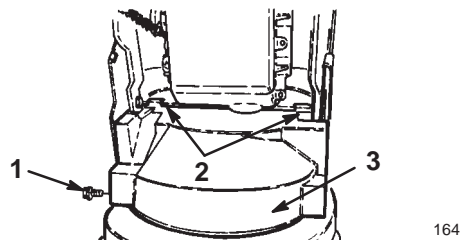

Figure 4
11. Montez le couvercle de courroie inférieur sur le dessous du carter de tarière/turbine et sur le bâti du moteur à l'aide de deux boulons à collerette de 1/2 pouce (Fig. 4).
15. Montez le couvercle de courroie supérieur sur le bâti du moteur à l'aide de trois boulons à collerette de 1/2 pouce (Fig. 4).